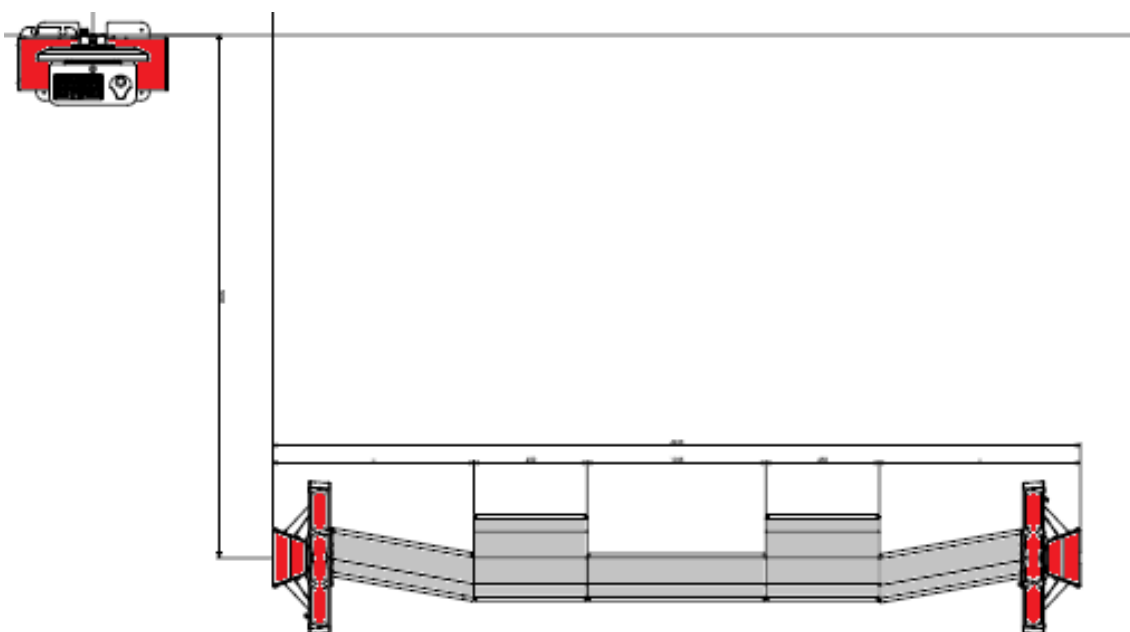

Figura 102 – Configurazione di base
- Collocare le varie unità di misura, l'unità centrale, le pedane metalliche e le canaline copricavo seguendo le indicazioni e misure riportate dal layout di figura 102.
La figura 102 riporta il layout e conseguente area nominale di installazione di un sistema completo. Conseguentemente lo spazio di lavoro entro cui si va a collocare un sistema completo di pre-check per la misura degli assetti corrisponde a $L \times W \times H = 6,50 \times 3,50 \times 2,50 \text{ m}^3$.